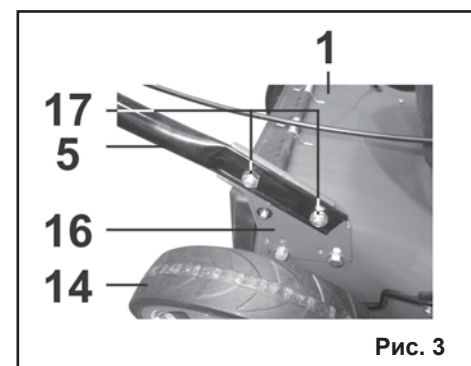

Рис. 3
6.1 Сборка и установка рукоятки (Рис. 3,4)